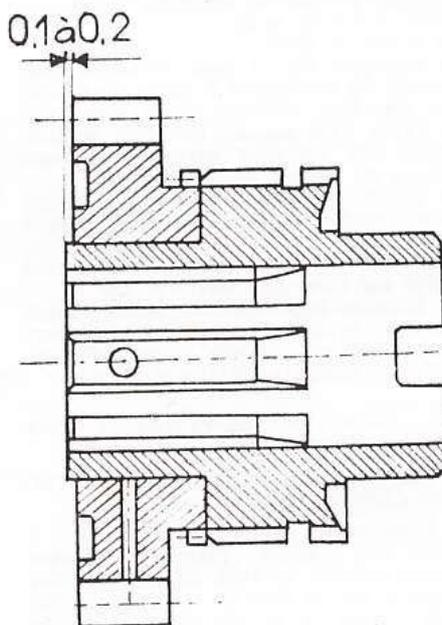
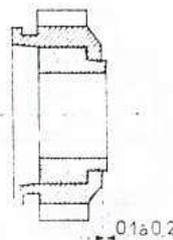

Fig. 54. — Manchon et roue de 1^{re}
Fig. 55. — Manchon et roue de 2^e
- Vérifier si les manchons des roues de 1^{re} (fig. 54) ou de 2^e (fig. 55) dépassent de 0,1 à 0,2 mm leurs roues respectives.